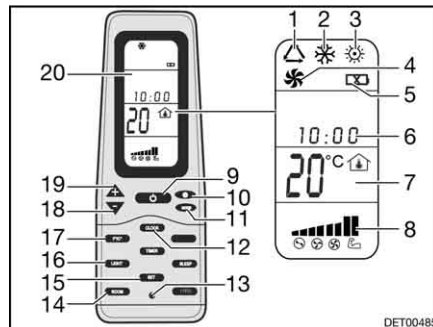

Fig. 172 Mando a distancia
- Pulsar la tecla ON/OFF (Fig. 172,9).
- Pulsar la tecla "Mode" (Fig. 172,11) las veces que sean necesarias hasta que se visualice el modo de funcionamiento deseado (Fig. 172,1, 2, 3 ó 4) en el display (Fig. 172,20).
- Ajustar la temperatura deseada con las teclas "+" (Fig. 172,19) y "-" (Fig. 172,18).
- Seleccionar la etapa deseada del ventilador con la tecla Velocidad del ventilador (Fig. 172,10).
Desconectar: ■ Pulsar la tecla ON/OFF (Fig. 172,9).